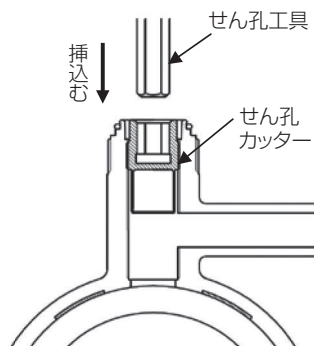

図2 せん孔工具の取付
2. サドルに内蔵されているせん孔カッターに、せん孔工具を挿込む。(図2参照)